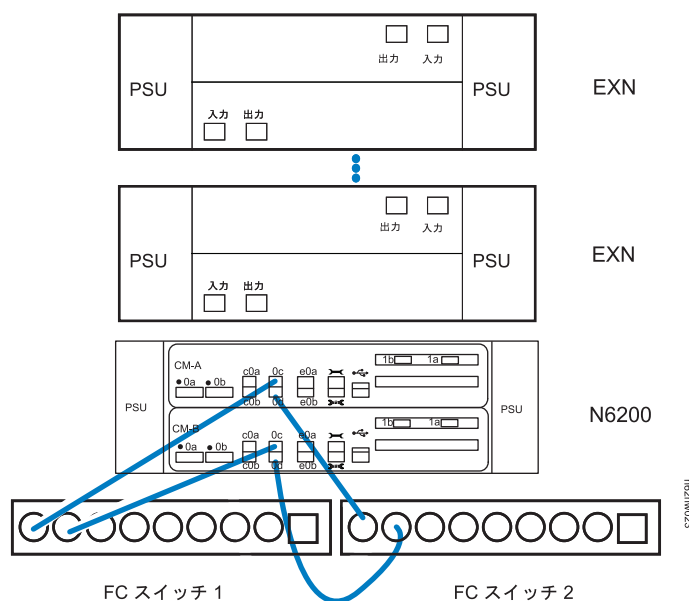

図 8. N6200 シリーズ・システムからファイバー・チャンネル・スイッチへのケーブル接続
1. 図 8 に示されているように、上部および下部の両コントローラー・モジュール (CM-A および CM-B) の内蔵ポート 0c を、ファイバー・チャンネル・スイッチの 2 つのポートに配線します。
2. 図 8 に示されているように、上部および下部の両コントローラー・モジュール (CM-A および CM-B) の内蔵ポート 0d を、2 番目のファイバー・チャンネル・スイッチの 2 つのポートに配線します。